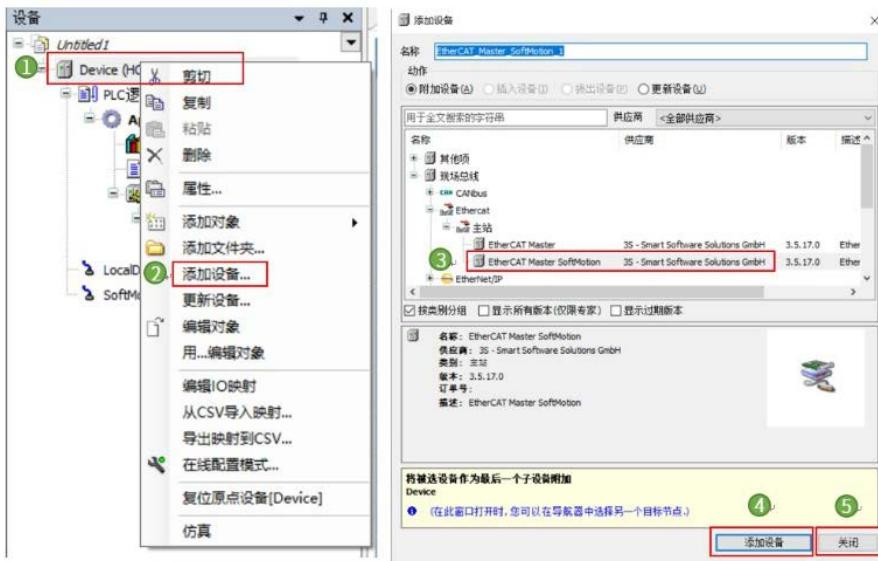

图 13-7 添加 EtherCAT 主站
1. 回到软件内，右击【Device】选择【添加设备】。在弹出页面中选择【EtherCAT Master SoftMotion】，点击【添加设备】，添加完成后点击【关闭】，如图 13-7 所示。此时工程 EtherCAT 主站已添加完成。